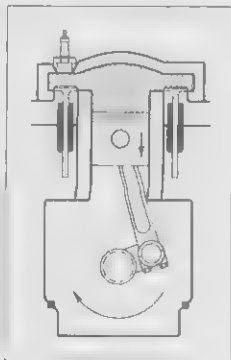

Рис. 6.16. Рабочий такт
3. **Рабочий такт.** Между электродами свечи происходит электрическая искра (рис. 6.16), которая воспламеняет сжатую смесь. Затем горячая смесь взрывается, создавая сильное давление, перемещающее поршень *вниз*. Сила, опускающая поршень, передается по шатуну на коленчатый вал. Затем она по **трансмиссии** через сцепление, коробку передач, карданный вал, дифференциал и т.д. направляется к колесам. Краткий обзор этого процесса приведен в главе 4 "Раскрываем тайны вашей машины".)